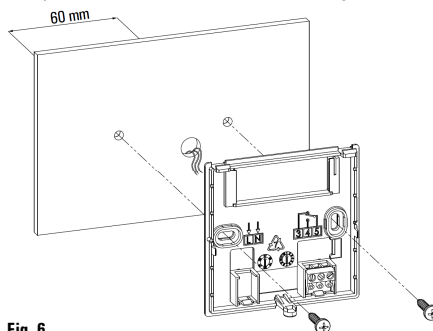

Fig. 6
- 4 Fijar la base directamente a la pared o en una caja de derivación de 2 módulos mediante los orificios de los tornillos con distancia entre ejes de 60 mm prestando atención a pasar los cables en la ranura como indica la Fig. 6.